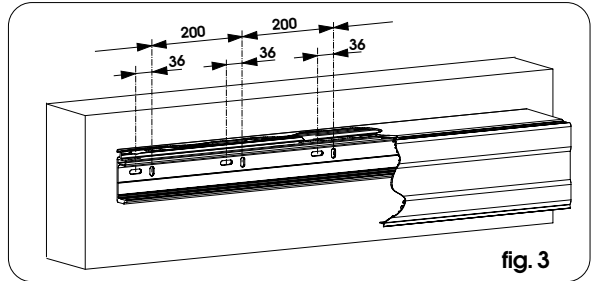

fig. 3
• Bevestig de dwarsbalk aanvankelijk ter hoogte van een verticale uitsparing aan één van de uiteinden, en aan een horizontale uitsparing aan het andere uiteinde (met de schroeven M8 en de bijbehorende pluggen) en plaats hem parallel aan de vloer. Zet de dwarsbalk in het midden vast door hem met kracht op te tillen zodat de drie bevestigingspunten worden uitgelijnd. Zet hem op de overige punten vast, afwisselend tussen verticale en horizontale uitsparingen (fig. 3).